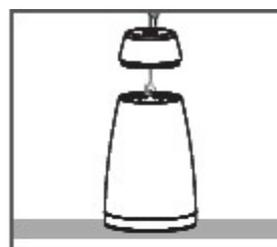

FIGURE 10: LOAD SUPPORTED
7. Убедитесь, что динамик поддерживается снизу (см. рисунок 10)